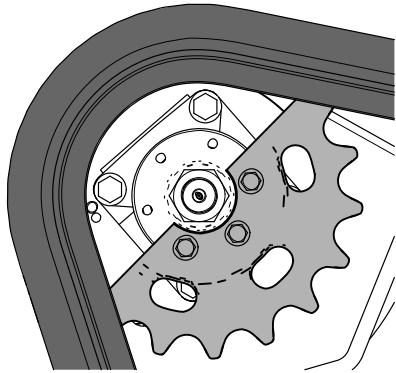

Bild 63
11. Schieben Sie den Fahrtriebshebel nach vorne, bis die andere Hälfte des Antriebsritzels nicht mehr in die Kette eingreift (**Bild 63**).